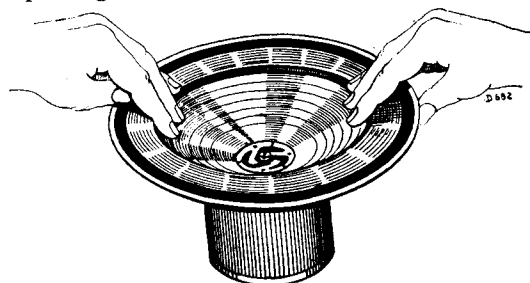

Fig. 2
Draai het centreerschroefje (pos. 106) los, plaats 4 voelertjes van 0,2 mm dikte (Code Nr. 09.990.840) door de perforaties van het centreerplaatje (pos. 105) in de luchtspleet. Zet de centreerschroef weer vast en verwijder de voelertjes. Bij het voorzichtig op en neer bewegen van de conus luisterend, mag men geen geluid waarnemen (fig. 2).
Het spoeltje is vastgelopen in de luchtspleet (controleeren als fig. 2.) of er is een gedeeltelijke sluiting in spoeltje of transformator.